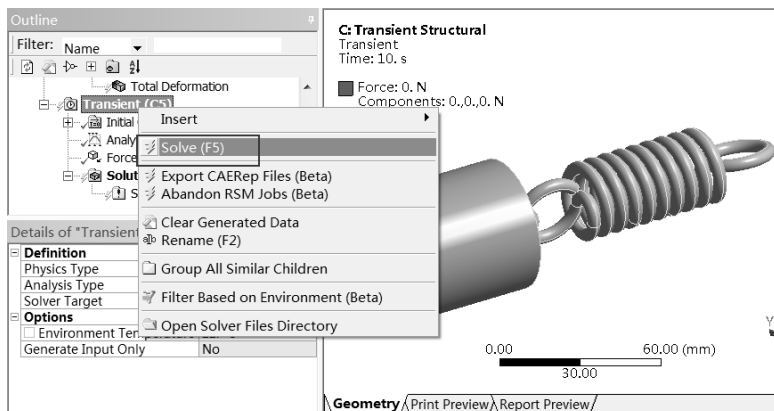

图 9-81 计算求解
Step8 :如图 9-81 所示 ,在 Transient (C5) 选项上右击 ,在弹出的快捷菜单中选择 Solve 命令 ,此时会弹出进度显示条 ,表示正在求解 ,当求解完成后进度条自动消失。